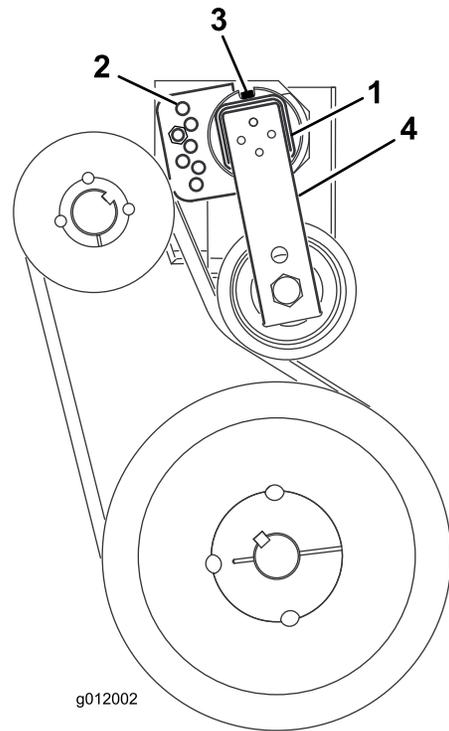

図 14
3. テンショナガイドをブロアのフレームに固定しているキャップスクリューとナットを外す 図 14。
4. フレームの裏側でベルトテンショナをフレームに固定しているキャップスクリューをゆるめる 図 14。
6. その状態で揃っているガイドの穴にキャップスクリューを挿入し、ナットで固定する 図 14。